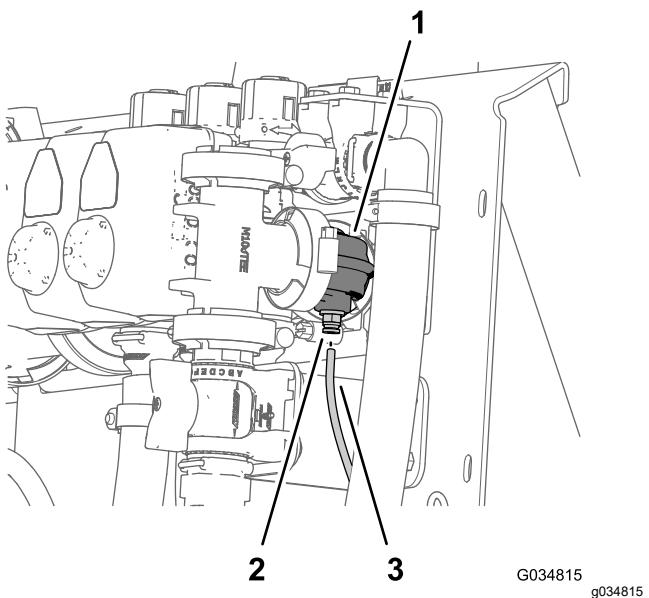
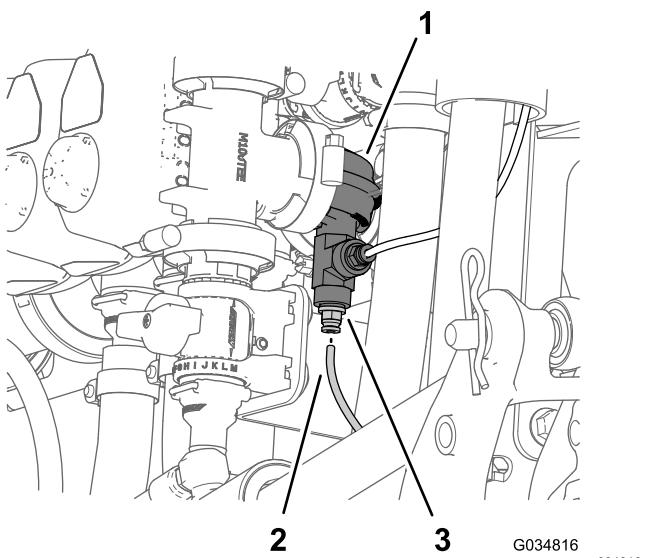

Рисунок 12
Рисунок 13
- Нажмите на запорное кольцо соединительной муфты прямоугольного колена клапана правой секции стрелы (Рисунок 12 или Рисунок 13).
- Вытяните трубку датчика давления для манометра на приборной панели из соединительной муфты (Рисунок 12 или Рисунок 13).